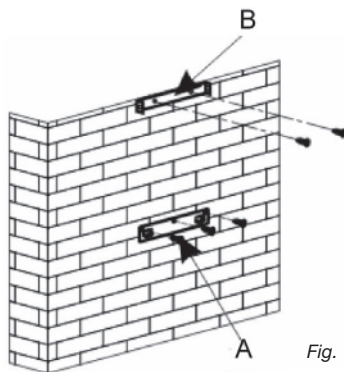

Fig. 1
(fig. 1)
- Tracez sur le mur les 3 trous que vous devez percer en utilisant le crochet de suspension de la hotte fourni et en respectant la distance conseillée (pièce A fig. 1).
- Fixez le support de fixation de la hotte en veillant à ce qu'il soit parfaitement de niveau (pièce A fig. 1).
- Calculez la hauteur finale pour fixer l'étrier en U de support de la cheminée (pièce B fig. 1).
- Percez les 2 trous de 8mm et fixez l'étrier de support de la cheminée en faisant attention qu'il soit bien dans l'axe de la hotte (pièce B fig. 1).